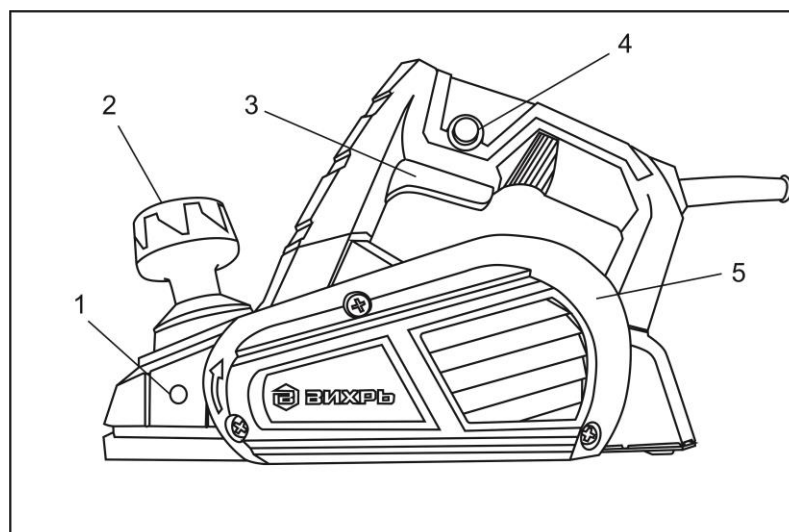

Рис.1. Общий вид устройства. Лицевая сторона. Внешний вид устройства может отличаться от изображенного на рисунке
- Зафиксируйте боковой упор с помощью винта фиксации с левой стороны корпуса рубанка (рис.1, позиция 1) на нужной вам ширине.